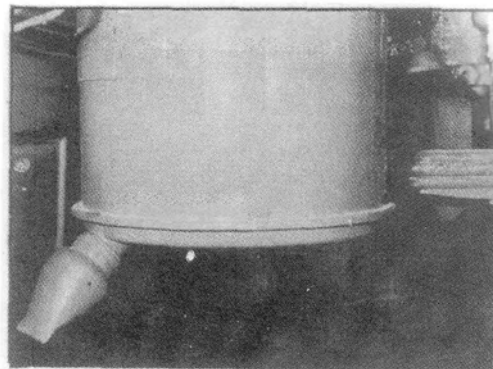

Рис.83
3. закройте фильтр крышкой пылевывпускающим соплом вниз - назад (рис. 83).